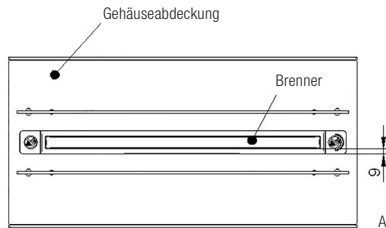
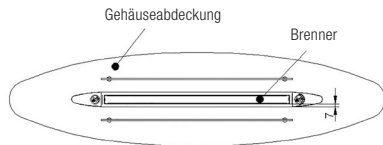

Abb. 2
Abb. 3
Schließen Sie die Gehäuseabdeckung des Gerätes. Bitte beachten Sie die korrekte Platzierung, sodass sich zwischen Gehäuseabdeckung und Flammenbereich ein gleichmäßiger (siehe je nach Modell Abb.2 oder Abb. 3) Luftspalt befindet, damit eine ausreichende Luftzufuhr gewährleistet wird. Andernfalls kann es zu Verruungen der Gehäuseabdeckung und einem ungleichmäßigen Flammenbild kommen.
11. Schließen Sie die Gehäuseabdeckung des Gerätes, achten Sie darauf, dass die Abdeckung nicht in den Flammenbereich ragt, sondern einen gleichmäßigen Abstand zur Brennerrinne hält (siehe je nach Modell Abb.2 oder Abb. 3). Stecken Sie anschließend die Schutzscheiben auf.